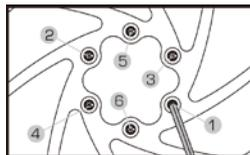

Figura C-1 Sequenza di montaggio del rotore
- Usare una sequenza a stella per serrare i bulloni del rotore. NON serrarli semplicemente in senso orario o antiorario. **(Figura C-1)**